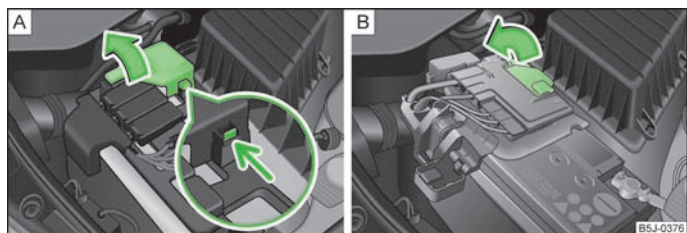

Fig. 120 Batería del vehículo: Levantar la tapa (cambio automático)/(cambio manual)
- Desbloquear la fijación en el lado del polo positivo de la batería » fig. 120 - A.
- Levantar la tapa en la dirección de la flecha » fig. 120 - A (cambio automático) o bien » fig. 120 - B (cambio manual).